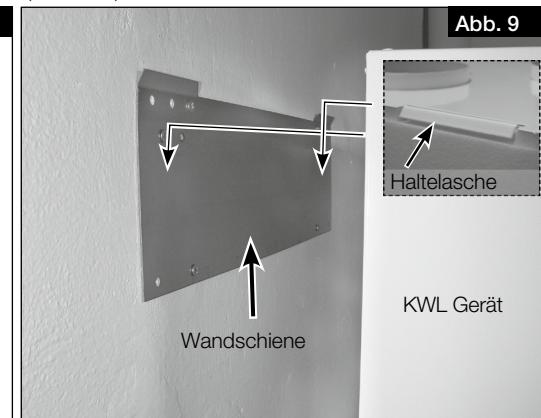

Abb. 9
5. Gerät an den Haltelaschen in die Wandschiene einhängen (s. Abb. 9).